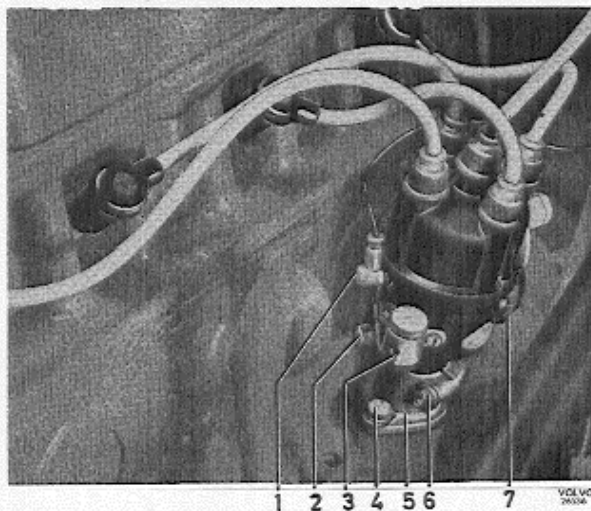

Fig. 3-55. Gemonteerde stroomverdeler
3. Maak de primaire kabel los (1, Fig. 3-55).
5. Draai de klembout (6, Fig. 3-55) los en trek de verdeler omhoog.